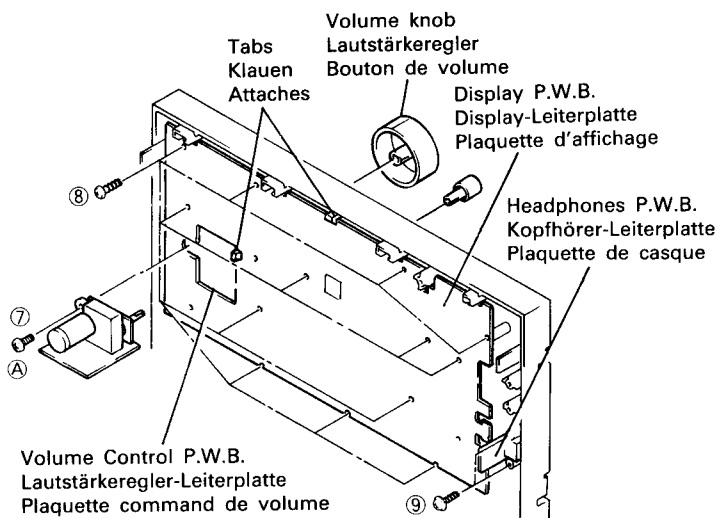

Fig. 3 Abb. 3
- Volume Control P.W.B. (Fig. 3)**
- Display P.W.B. (Fig. 3)**
- Headphones P.W.B. (Fig. 3)**
4. Lautstärkeregler-Leiterplatte (Abb. 3)
5. Display-Leiterplatte (Abb. 3)
6. Kopfförer-Leiterplatte (Abb. 3)
4. Plaque commande de volume (Fig. 3)
5. Plaque d'affichage (Fig. 3)
6. Plaque de casque (Fig. 3)